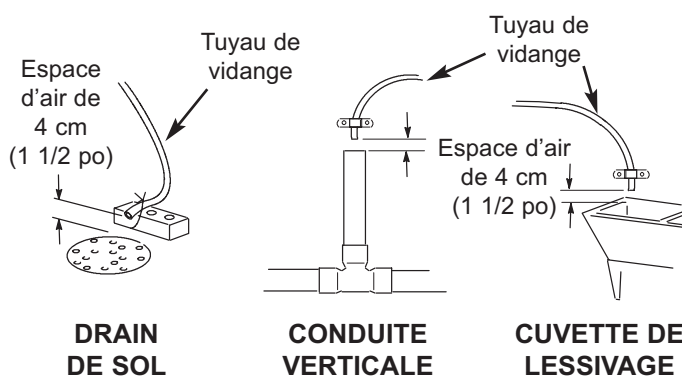

FIG. 2
- Installez toujours l'adoucisseur entre l'arrivée en eau et le chauffe-eau. Tout autre équipement de traitement en eau doit être installé entre l'arrivée en eau et l'adoucisseur d'eau (voir la figure 2 ci-dessous).